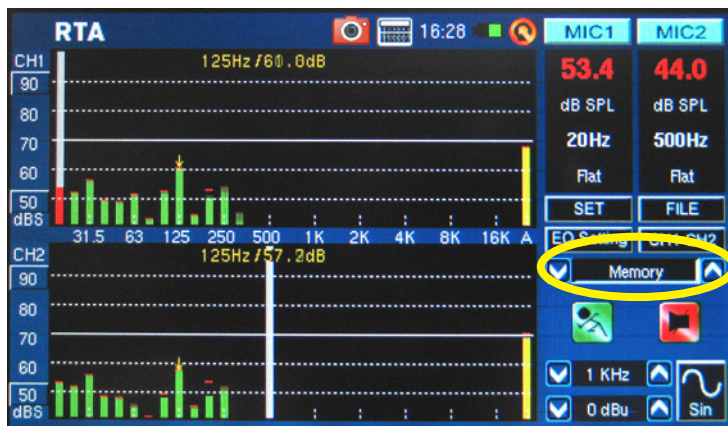

figure 1
- タッチスクリーンを使用して簡単に測定結果が保存できます。画面の右側に保存番号(0、1、2、3...)を持つ“Memory”と表示されたウィンドウがあります。メモリーの保存番号を変えるにはハ、V矢印(図1)をタップし、メモリー保存名前をタッチし保存します。データが保存されていない場合、文字が緑色に表示され(図2)、すでに保存されている場合は文字が赤色で表示されます。(図3)